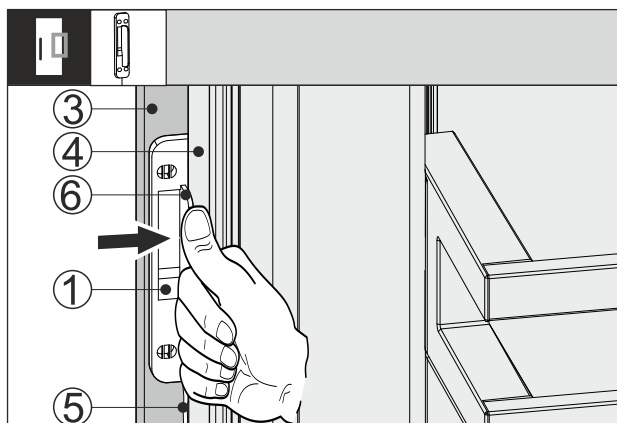

Fig. 66
- Skjut knackningssensorn Fig. 66 (1) mellan möbelfronten Fig. 66 (3) och skåpdörren Fig. 66 (4) så att kabeln Fig. 66 (5) är något spänd. Knackningssensorns anslag Fig. 66 (6) ligger emot skåpdörren Fig. 66 (4).
- Pressa knackningssensorn Fig. 66 (1) mot möbelfronten Fig. 66 (3).
- ▷ Knackningssensorn Fig. 66 (1) är fastlimmad. Fastlimningen av knackningssensorn ger en optimerad överföring av knackningssignalen.
- Varaktig fixering av knackningssensorn Fig. 66 (1) förlänger livslängden.
- Skruva fast knackningssensorn Fig. 66 (1) med de medföljande skruvarna vid möbelfronten Fig. 66 (3).